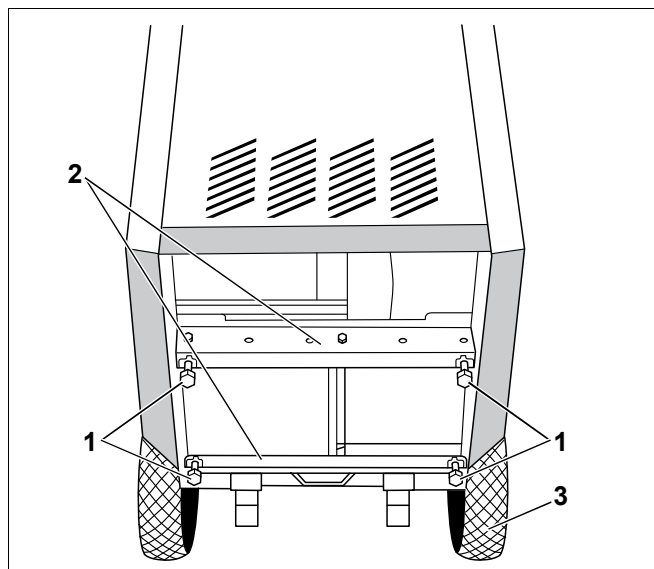

Рис. 6 Установка опорных болтов с помощью тележки для транспортировки котла
С помощью опорных болтов (рис. 6, **поз. 1**) можно компенсировать возможные неровности фундамента или площадки, выровняв котел строго горизонтально.
- Котел, установленный на тележке для транспортировки (рис. 6, **поз. 3**), слегка наклонить назад (рис. 6).
- Закрутить опорные болты (рис. 6, **поз. 1**) на 5 – 10 мм в резьбовые отверстия угловых планок (рис. 6, **поз. 2**).